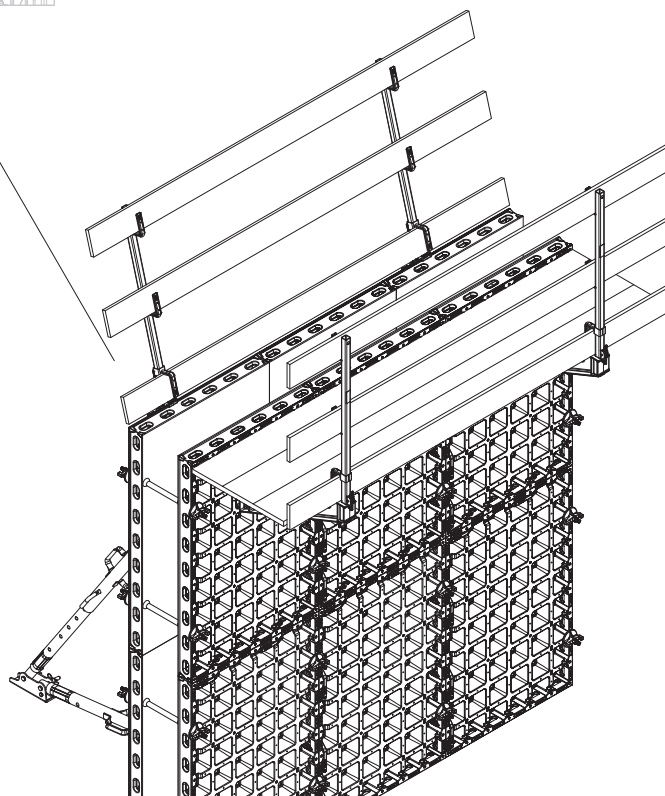

Fig. B4.05
6. Poser les planches et les bloquer en position à l'aide de clous. (Fig. B4.05 + B4.05a)